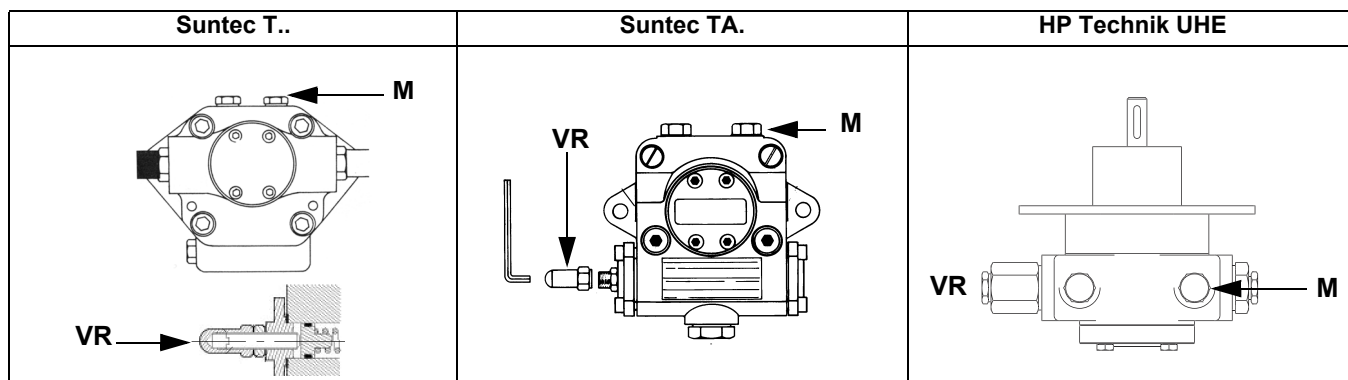
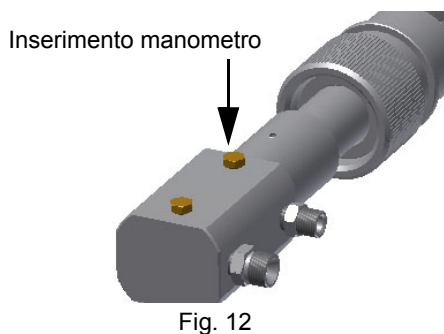

Fig. 11
Fig. 12
- 3 sfiatare l'aria dall'attacco (**M**) manometro della pompa (Fig. 11), allentando leggermente il tappo, senza toglierlo; quindi rilasciare il contattore.
- 5 Solo se necessario, regolare la pressione di alimentazione (vedi relativo paragrafo) nel modo seguente: inserire un manometro nella posizione indicata in Fig. 12 agire sulla vite di regolazione **VR** della pompa (vedi Fig. 11) fino ad ottenere una pressione all'ugello pari a 20 bar (ugelli Monarch o ugelli Bergonzo - vedere grafici a pag. 39);